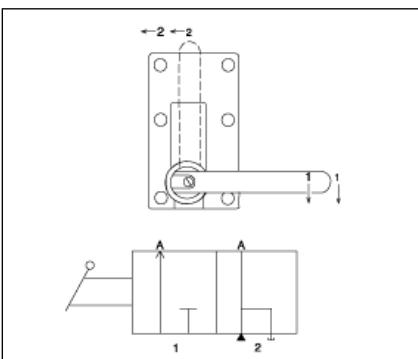

Figura 7
- Portare la leva di comando della valvola sulla posizione 1, come mostrato nella figura 7.